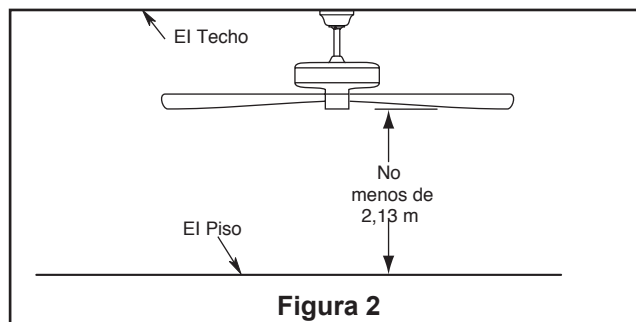

Figura 2
Uso de perfil profundo (Figura 2)
Debe colgar el ventilador a una distancia mínima de 2,13 m desde las aspas hasta el piso. (Figura 2)
2. Configure el interruptor de la luz y la manilla del control instalado en la pared en la posición desactivado (0).
3. Realice las conexiones de los cables y fíjelo con las tuercas de los cables suministrados. (Figura 2)
2. Coloque y ajuste firmemente la cubierta para el tornillo de la base sobre los tornillos de reborde de la ed omsinacem le etnaidem ragloc arap aredazarbaseguro por giro del chavetero. (Figura 2)
2. Instale la placa de iluminación en el soporte utilizando las dos el soporte utilizando las dos ranuras principales. Vuelva a colocar el tercer tornillo y asegure apriete. (Figura 2)
2. Funciones de control de pared: (Figura 2)